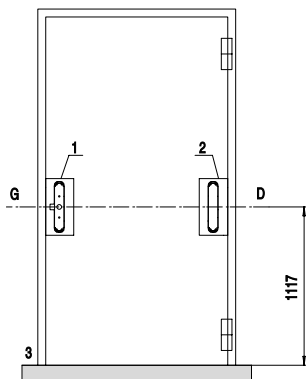
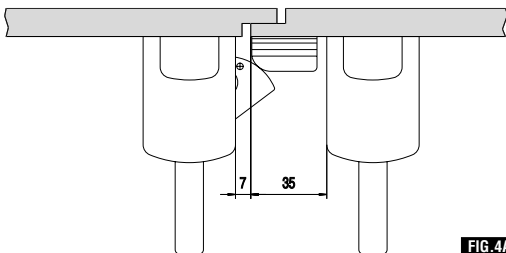
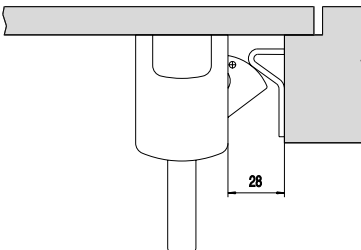

FIG. 3
FIG. 4A
FIG. 4B
- 1) Verificare il buono stato della porta e la sua planarità. Tracciare a porta chiusa un asse orizzontale **G-D** alla distanza di **1117 mm** dal pavimento (fig. 3).
- 2) Scegliere la bocchetta adatta al tipo di installazione da effettuare (fig. 4A e fig. 4B) e fissare con adesivo le dime sulla porta (fig. 3)
ATTENZIONE: va posizionata dal lato di apertura tenendo conto del tipo di battuta della porta (fig. 4A e fig. 4B).
- 1) Check that the door is in good conditions and perfectly flat. With the door closed, draw a horizontal line **G-D** at **1117 mm** from the finished floor (Fig. 3).
- 2) Choose the striker suitable for the type of installation to be carried out (Figs. 4A and 4B) and fix the templates to the door with adhesives (Fig. 3).
CAUTION: TEMPLATE A to be positioned on the opening side according to the type of doorstop (Fig. 4A and Fig. 4B).
- 1) Contrôler le bon état et la bonne planéité de la porte. Avec la porte fermée, tracer un axe horizontal **G-D** à une distance de **1117 mm** du sol (fig. 3).
- 2) Choisir la gâche appropriée selon le type d'installation à réaliser (fig. 4A et fig. 4B) et fixer les gabarits sur la porte avec de l'adhésif (fig. 3)
ATTENTION: à positionner côté ouverture en tenant compte du type de butée de la porte (fig. 4A et fig. 4B).
- 1) Verifique el buen estado de la puerta y su planeidad. Con la puerta cerrada, trace un eje horizontal **G-D** a una distancia de **1117 mm** del piso (Fig. 3).
- 2) Seleccione el batiente adecuado al tipo de instalación a efectuar (Fig. 4A y 4B) y fije con adhesivo las plantillas sobre la puerta (Fig. 3)
ATENCIÓN: se debe colocar en el lado de apertura, tomando en cuenta el tipo de batiente de la puerta (Fig. 4A y 4B).
- 1) De goede staat en vlakheid van de deur nagaan. De horizontale as **G-D**, op een afstand van **1117 mm** van de vloer trekken (afb. 3).
- 2) De geschikte schootplaat voor het type deuraanslag (afb. 4A e fig. 4B), kiezen en de mallen met tape op de deur plakken (Afb. 3).
LET OP: moet aan de kant van de opening geplaatst worden, afhankelijk van het type deuraanslag (afb. 4A en afb. 4B).
- 1) Sicherstellen, dass die Tür in einwandfreiem Zustand und sehr gerade ist. Bei geschlossener Tür eine Horizontalachse **G-D** mit einem Abstand von **1117 mm** vom fertigen Fussboden (Abb. 3) anzeichnen.
- 2) Den für die durchzuführende Installationsart passenden Beschlag wählen (Abb. 4A und Abb. 4B) und die Schablonen mit einem Klebeband auf der Tür befestigen (Abb. 3).
ACHTUNG: Die Schablone A muss auf der Öffnungsseite positioniert werden, wobei der Anschlagtyp der Tür (Abb. 4A und 4B) berücksichtigt werden muss.